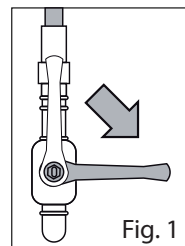

Fig. 1
- Den dem Gerät vorgeschalteten Absperrhahn schließen (Abb. 1);
- Den dem Gerät vorgeschalteten Absperrhahn schließen (Abb. 1).